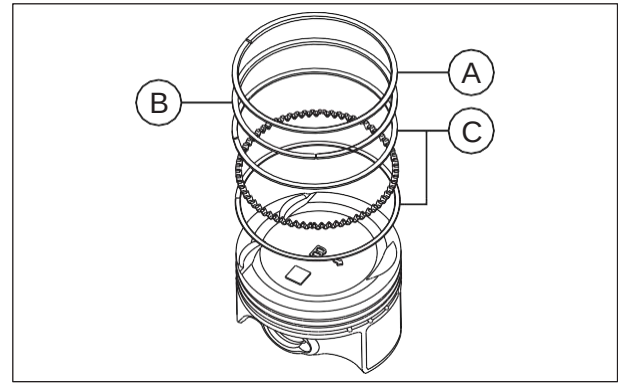

Fig. 3.90
- Retire el anillo superior del pistón (A), el anillo intermedio (B) y los anillos de lubricación (C). (Fig. 3.90)